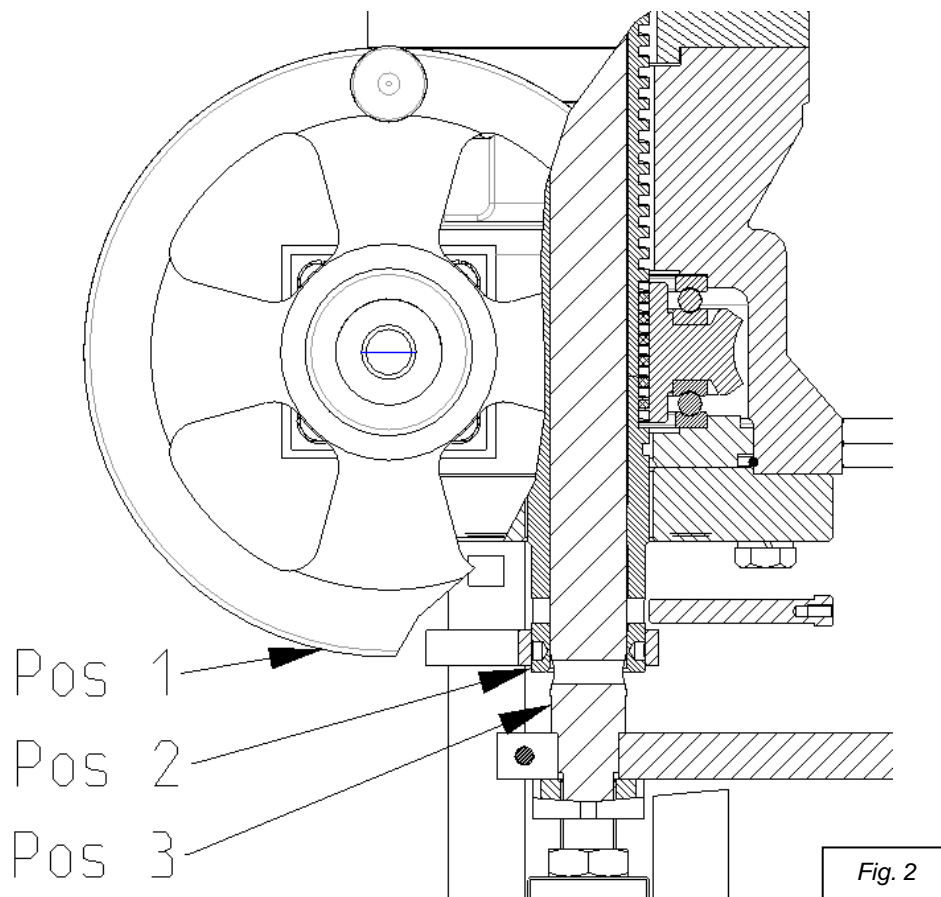

Fig. 2
- Il comando manuale può anche essere utilizzato come limitatore meccanico di corsa di ritrazione dello stelo dell'attuatore. Ruotare il volantino del comando manuale (fig. 2, pos. 1) fino a che il vitone (pos. 2) raggiunge la posizione desiderata. In questo modo lo stelo (pos. 3) attuatore non potrà arretrare oltre il fermo meccanico fatto dal vitone.